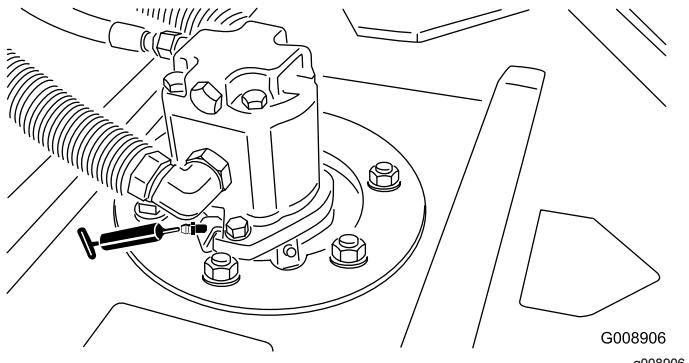

Figura 55
- Cojinetes de los ejes de las unidades de corte (2 por unidad de corte) (Figura 55).